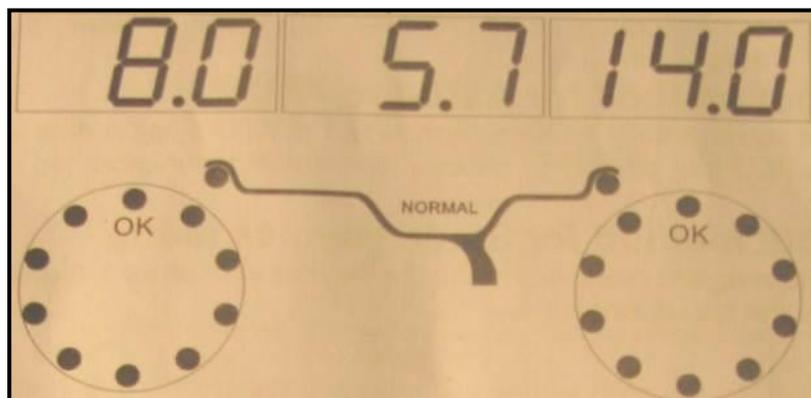

Рис. 7-1
После включения питания автоматически срабатывает режим инициализации станка. Через 2 секунды инициализация завершается. Станок переключается в стандартный режим динамической балансировки колеса (балансировочные грузы крепятся на плоскостях коррекции с левой и правой стороны обода колеса), как показано на рис. 7-1. Станок готов к вводу данных обода колеса.
9.1 После включения питания станка выполняется процедура инициализации, см. рис. 7-1, установить любое колесо на вал лучше среднего размера, ввести точные геометрические параметры установленного колеса.